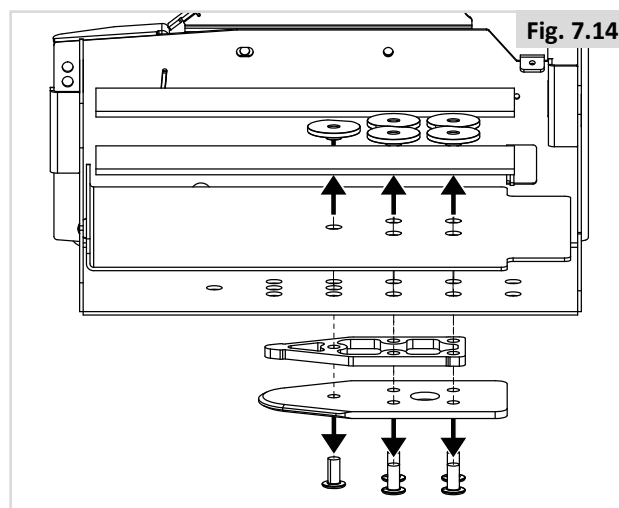

Fig. 7.14
5. Verwijder de bouten, de afstandhouder(s) en aankoppelplaat (fig. 7.14).